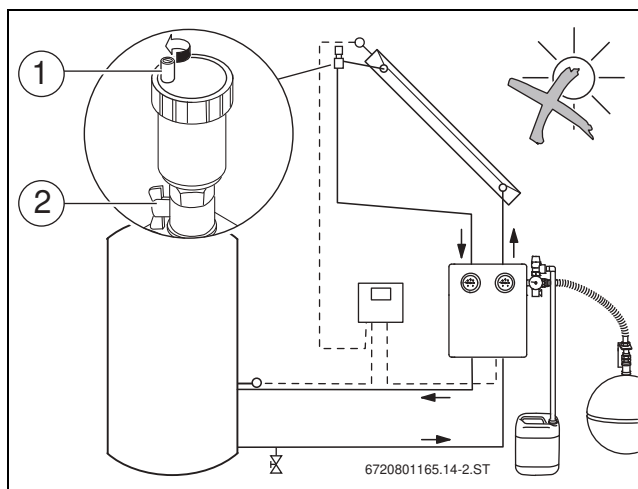

Рис. 35 Откройте воздушный клапан
- Закройте правый шаровой кран [2] на насосной станции и шаровой кран на воздухоотделителе (→ рис. 35, [2]).